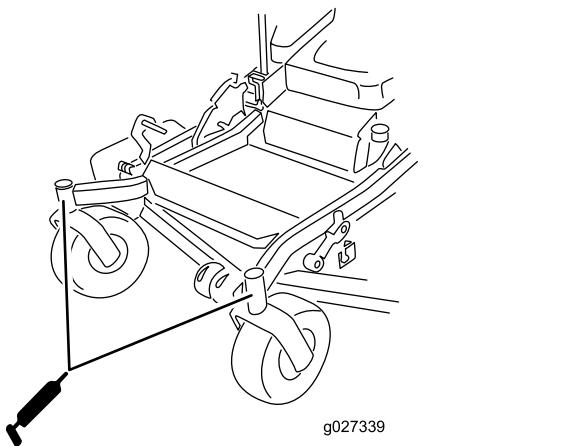

Figure 46
- Remettez le bouchon hexagonal et le capuchon protecteur en place (Figure 46).
- Graissez les roulements des roues pivotantes (Figure 46).